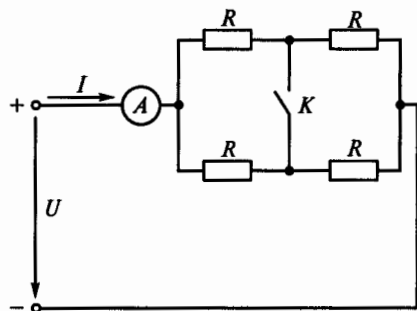

Рис. 21
**1.35.Р.** На рис. 21 все резисторы имеют одинаковое сопротивление  $R$ . Как изменится показание амперметра, если замкнуть ключ  $K$ ?